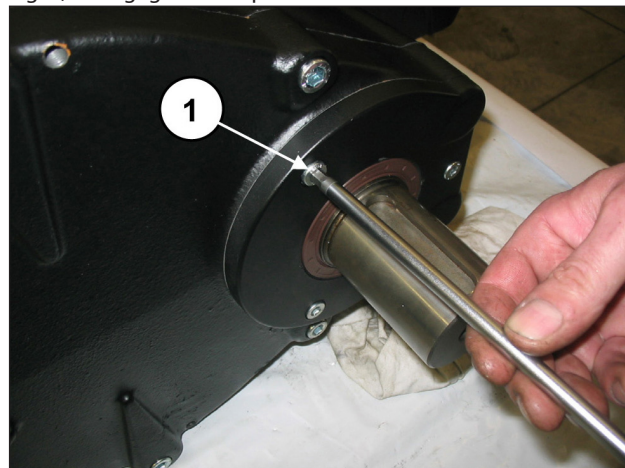

Fig. 3
Dévisser les vis de fixation du flasque du réducteur (rep. ①, Fig. 3) et dégager le flasque de l'arbre.